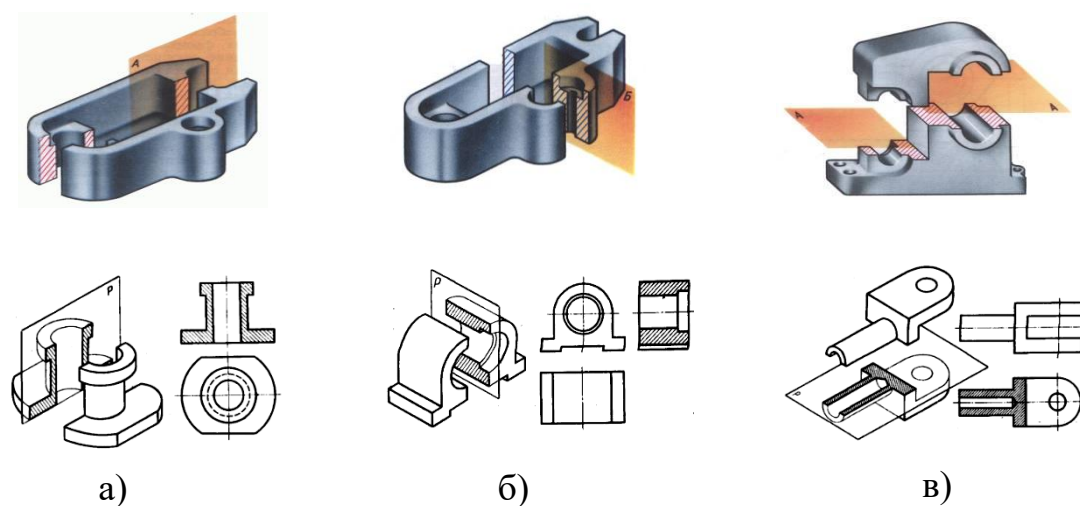

Рисунок 3.4 - Простые разрезы
- горизонтальные - секущая плоскость параллельна горизонтальной плоскости проекций (рисунок 3.4, в);
- вертикальные - секущая плоскость параллельна фронтальной либо профильной плоскости проекций (рисунок 3.4, а; 3.4, б);